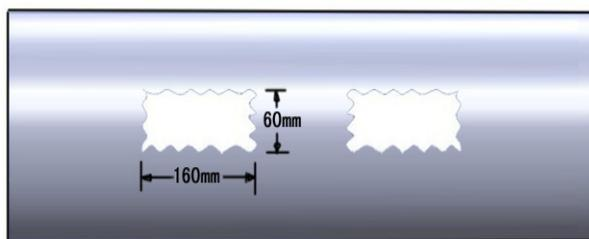

图3-10管段打磨示意图
(1) 用手砂轮将管路外壁所画的安装点附近的漆皮、锈斑、凹凸面打磨平整，打磨尺寸大于：长×宽=160mm×60mm，如图3-10所示；